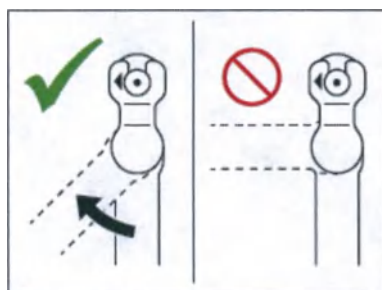

Рисунок 80 — Применение динамометрического ключа
- Внешняя упаковка позволяет осуществлять асептический перенос двух видов: (1) открыть и уронить/вывалить содержимое или (2) открыть и подставить/вынуть из упаковки.
- **НЕ** закручивайте насадку на рукоятке слишком сильно (рисунок 80).